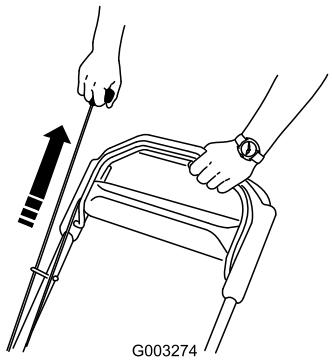

Bild 18
3. Ziehen Sie den Rücklaufstarter (Bild 18).